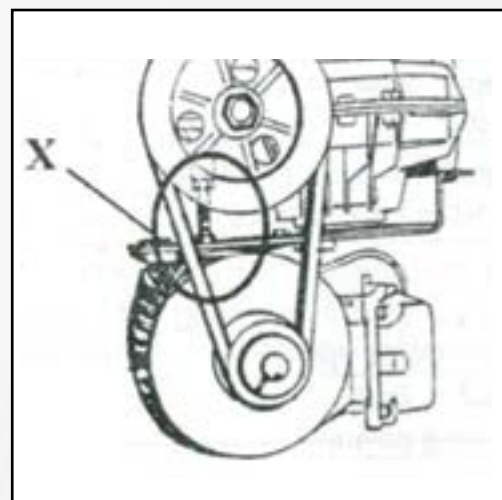

Рисунок 24
- С помощью специального регулировочного болта X отрегулируйте натяжение приводного ремня (рисунок 24).